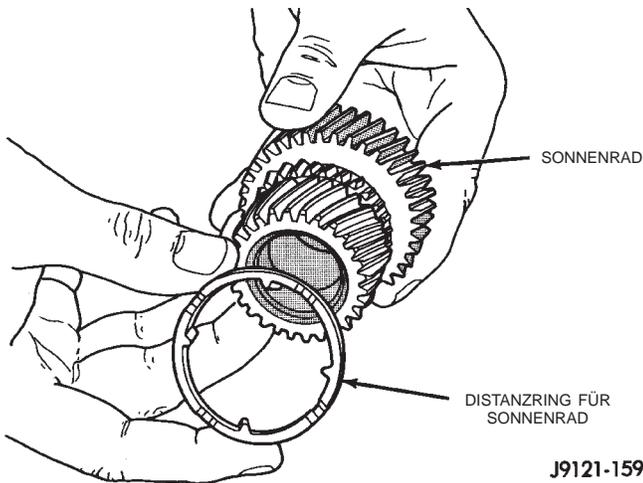

Abb. 152 Distanzring an Sonnenrad anbringen
(7) Distanzring am Sonnenrad anbringen (Abb. 152).